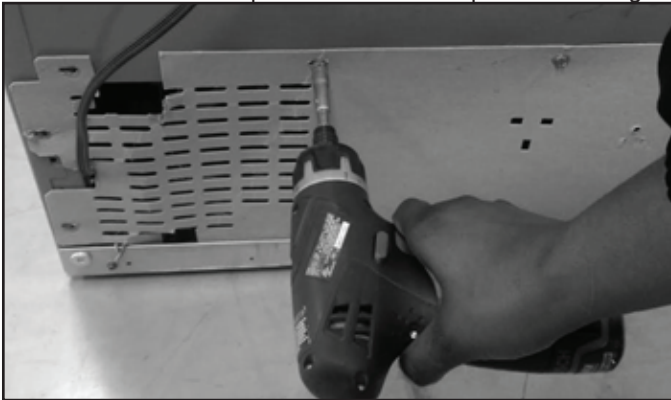

FIGURA 1
2. Con una llave de tuercas de 1/4" (6,4 mm) retire los tornillos de la cubierta del compartimento de la máquina. *Vea la Figura 1.*